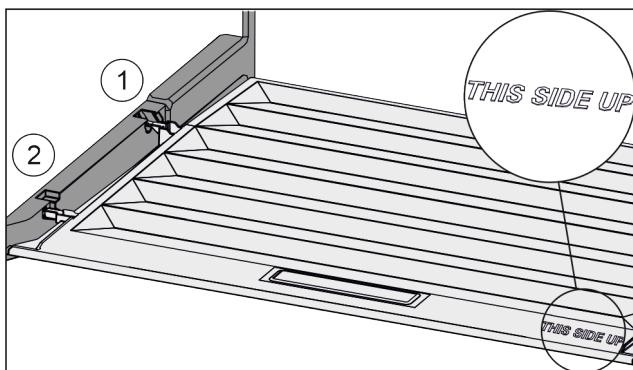

Fig. 118
- Пъхнете шийките на капака през отвора в задния държач Fig. 118 (1) и фиксирайте отпред в държача Fig. 118 (2).